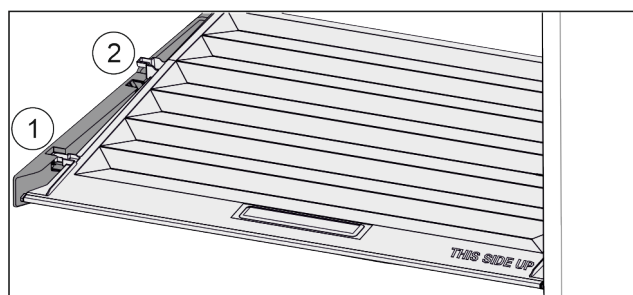

Fig. 35
- Deksel tot de opening in de vasthouddelen naar voren trekken Fig. 35 (1).
- Aan de achterkant vanaf de onderkant omhoog tillen en vanaf de bovenkant verwijderen Fig. 35 (2).